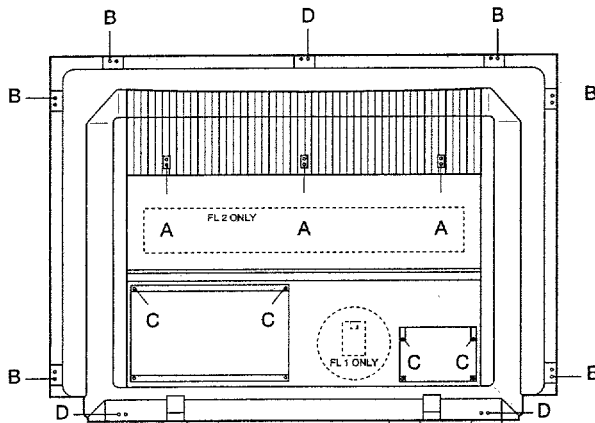

Fig.2
2. Retrait de la paroi arrière (fig.2 et 3)